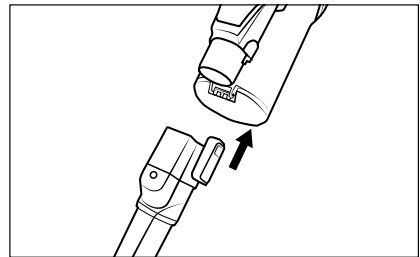

Abb. 14
- ♦ Schieben Sie das Zubehör auf das Saugrohr 24 oder auf die Saugöffnung des Gerätes, bis es mit einem Klickgeräusch einrastet (siehe Abb. 14). Achten Sie dabei auf die richtige Position der Verriegelung.